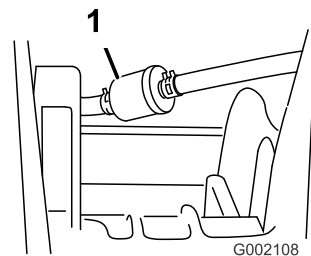

Figure 34
- Enlevez les fixations du filtre à carburant sur les conduites d'alimentation (Figure 34).